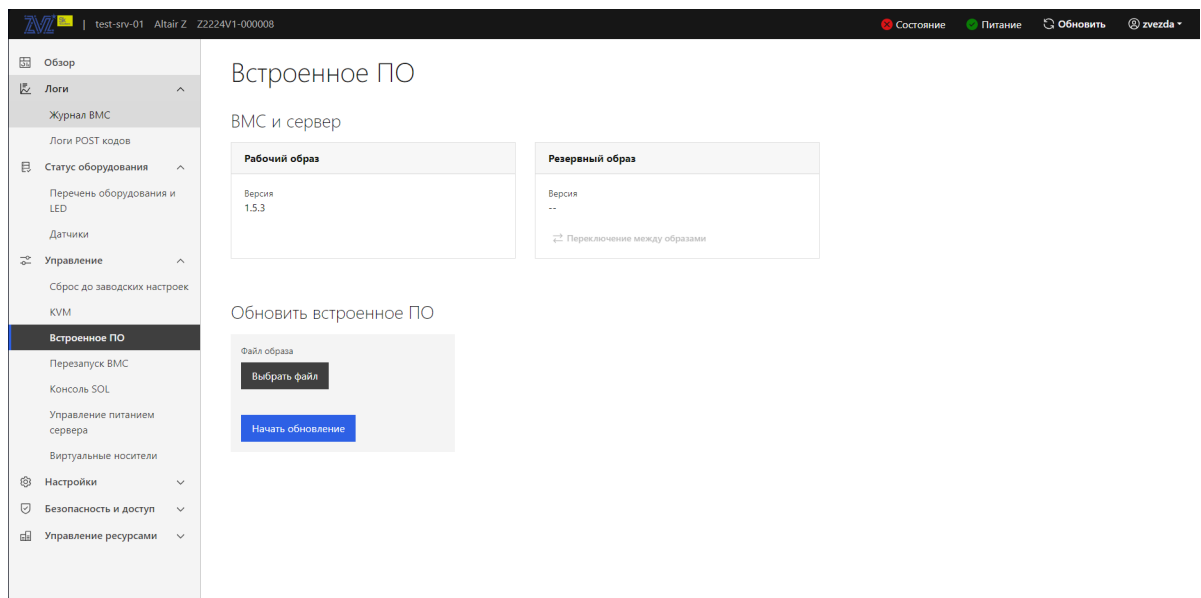

Рис. 86. Окно «Встроенное ПО»
- 2) Пройдите во вкладку «Управление» → «Встроенное ПО». Окно показано на рис. 86 Окно «Встроенное ПО»